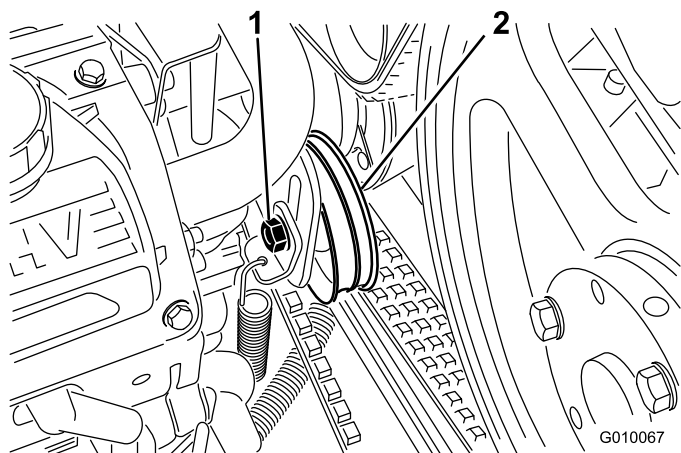

図 58
3. ポンプ・ベルトのアイドラを調整スロットの範囲内で動かせる程度に、アイドラのボルトをゆるめる(図 58)。